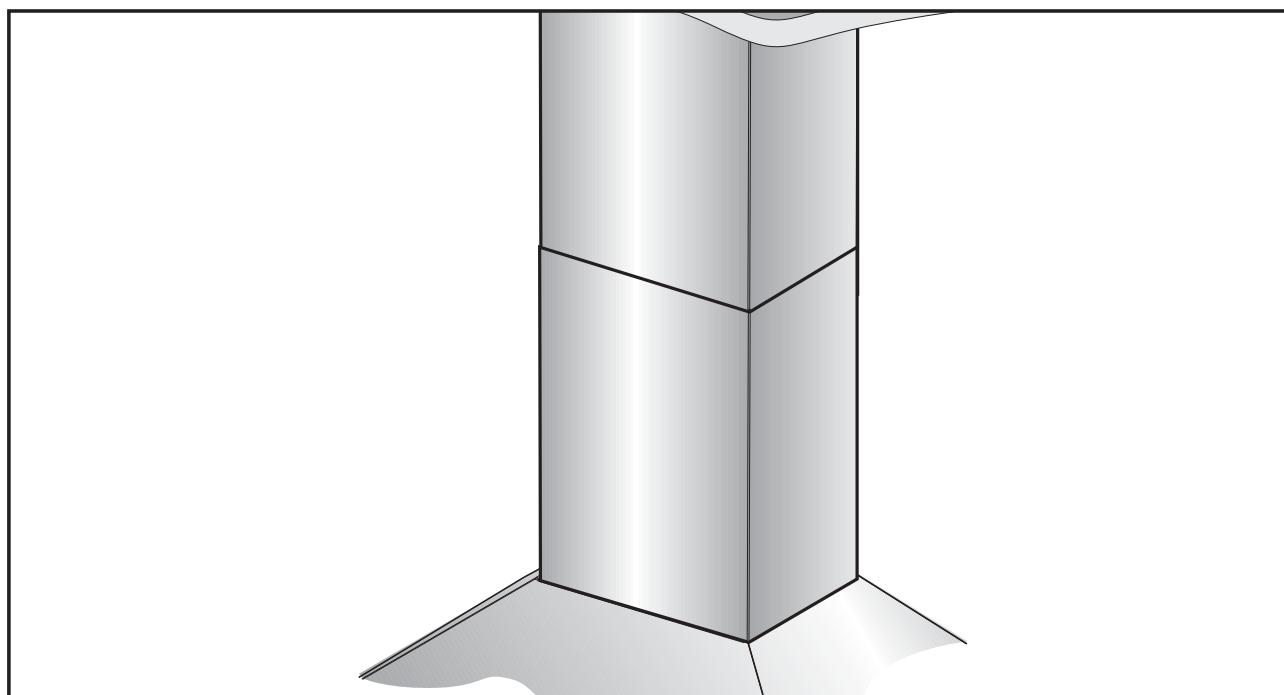

Fig.11
- Quite la cinta adhesiva **L** y apoye el conducto de evacuación de humo inferior sobre el armazón de la campana (**Fig.11**).